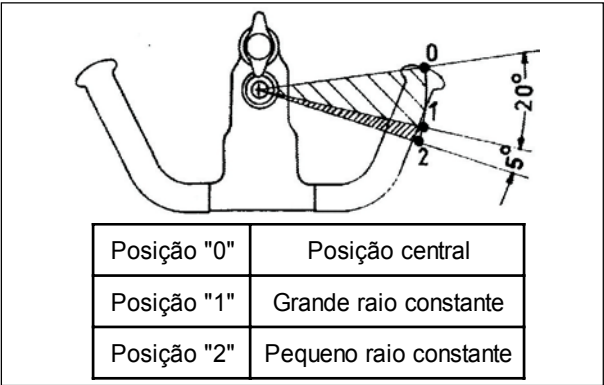

Fig 3-2. Volante
- 4 - volante - O volante permite a condução da viatura, podendo ser utilizado em três posições: (Fig 3-2)